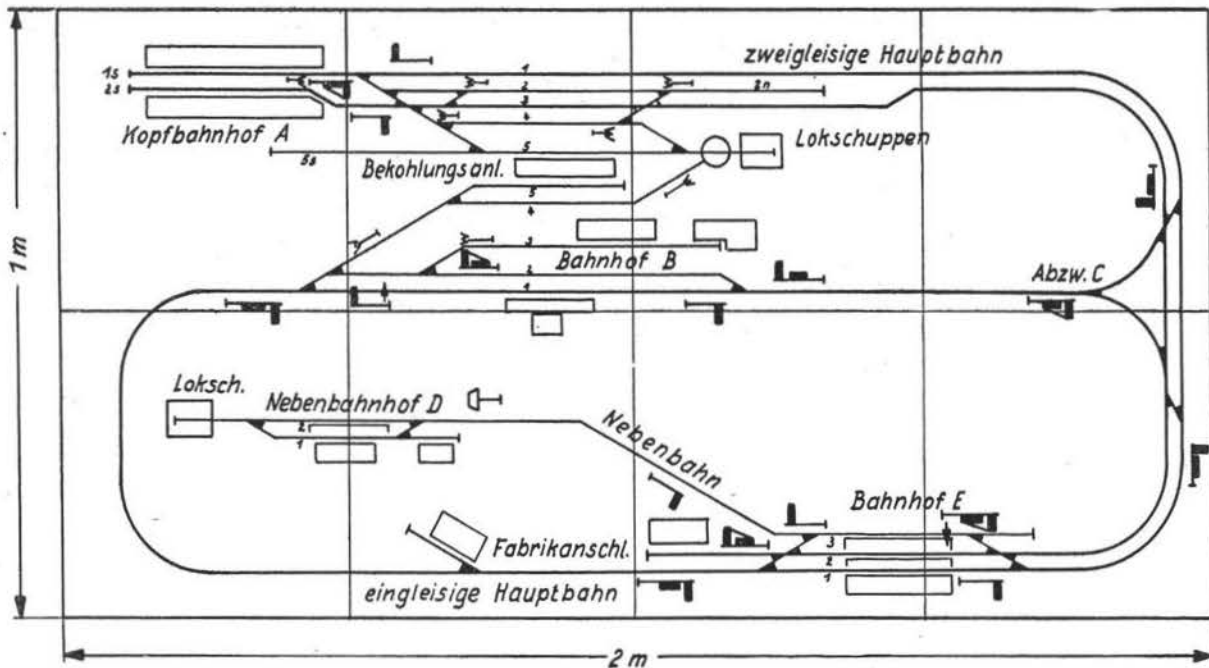

Bild 18 Gleisplan einer Musteranlage
3. Mit den Teilnehmern wird nun der Gleisplan durchgesprochen. Auf der Anlage müssen eine Hauptbahn, eine Nebenbahn und mindestens vier Bahnhöfe, wovon einer ein Kopfbahnhof (in der Hauptbahn) sein soll, angelegt werden. Streckenkreuzungen sind zu vermeiden. Unter- und Überführungen können ebenfalls nicht dargestellt werden, weil sich sonst die Fahrzeuge nicht bewegen lassen (man kommt mit der Hand nicht unter die Brücke!). Die richtige Aufstellung der Signale ist zu beachten. Für die Arbeitsgemeinschaftsleiter, die selbst nicht in der Lage sind, Strecken- und Bahnhofspläne aufzustellen, ist eine Musteranlage in Bild 18 dargestellt.
schäftigen wollen, können den Gleisplan (Bild 18) auch für ihre Anlage verwenden.